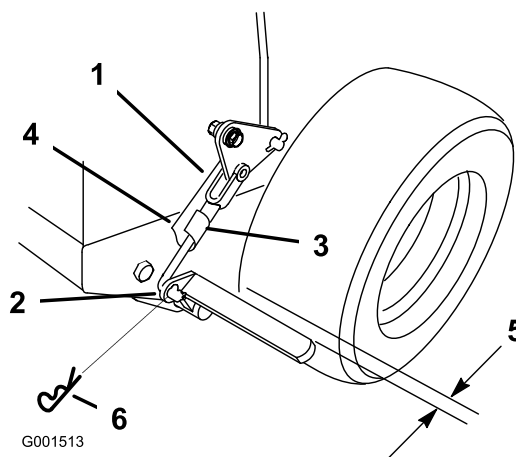

Figure 41
3. Enlevez la goupille fendue élastique de la biellette de frein inférieure (Figure 41).
stationnement ; tournez la biellette de frein dans le sens antihoraire hors de la chape pour desserrer le frein de stationnement (Figure 41).
**Remarque:** Lorsque le frein de stationnement est desserré, un espace d'environ 6 mm doit exister entre le pneu et la barre plate (Figure 41).
5. Fixez la biellette inférieure au levier de frein inférieur avec la goupille fendue et l'axe de chape (Figure 41).